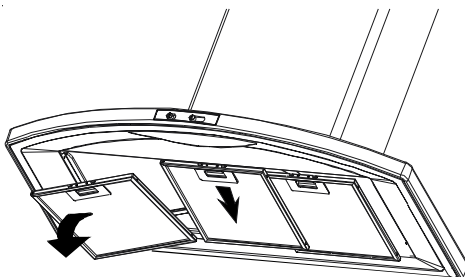

Рис. 3
- Сначала надавите на фиксатор металлического жирового фильтра по направлению к задней стенке прибора, затем вытяните сам фильтр вниз, **рис. 3**.